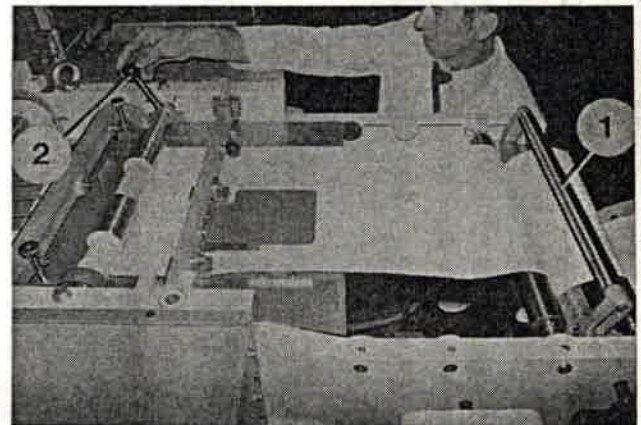

Bild 194
7. Pendel (Bild 194/1) anheben, mit dem Indexbolzen festsetzen, Vorzugwalzen am Hebel (Bild 194/2) öffnen, Einwickler herausziehen und aufrollen.